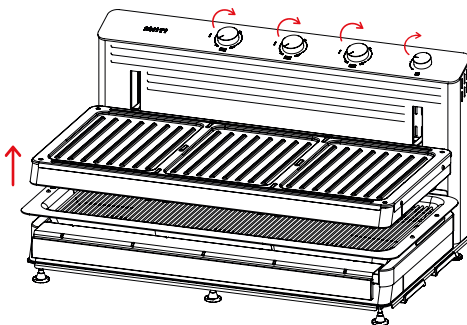
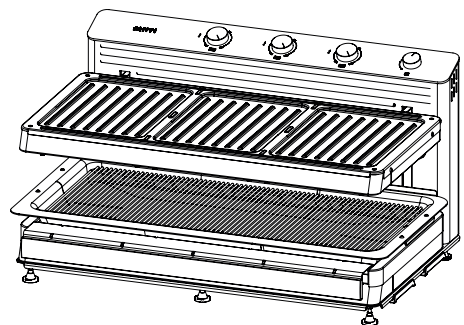

Abbildung 17
Abbildung 18
- Stellen Sie die Ein-/Aus-Schalter auf der Rückseite des Produkts auf die Position (I). Beim Modell MiiTi 09 muss der erste Schalter ständig eingeschaltet sein.
- Um den verstellbaren Garraum zu bewegen, drehen Sie den Abstandseinstellknopf im Uhrzeigersinn, um den oberen Teil auf die maximale Höhe zu bringen (Abbildung 17 - Abbildung 18).
- Stellen Sie die Leistungsregler auf Position 100, lassen Sie das Gerät etwa 30 Minuten lang im Leerlauf laufen und schalten Sie es dann aus. Auf diese Weise werden Rückstände und Ablagerungen, die während der Produktion im Gerät zurückgeblieben sind, verbrannt und entfernt. Während dieses Vorgangs können aufgrund der Heizelemente des Geräts einmalig Gerüche und Rauch entstehen. Um Gerüche und Rauch zu vermeiden, lüften Sie den Raum ausreichend. (Abbildung 18).